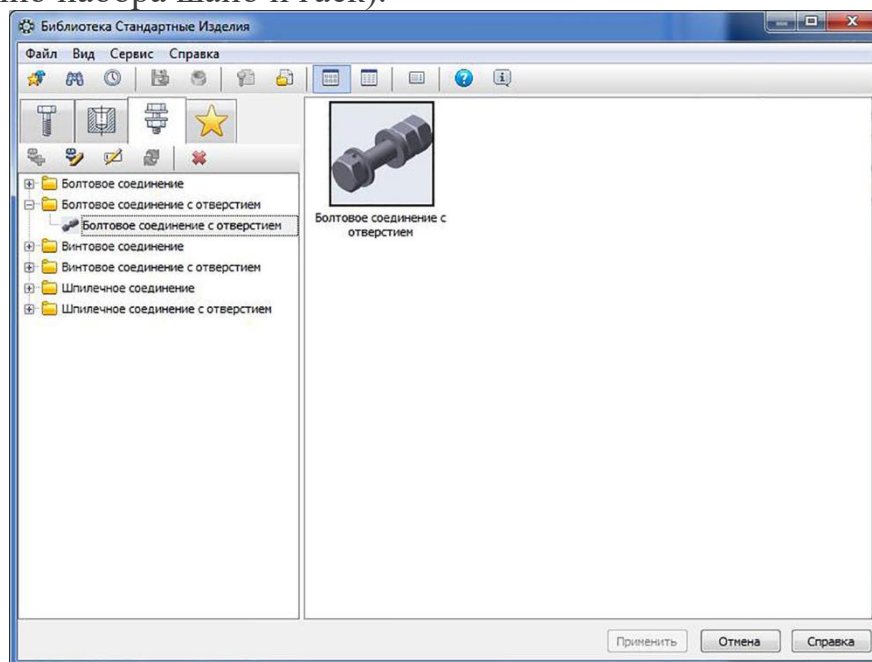
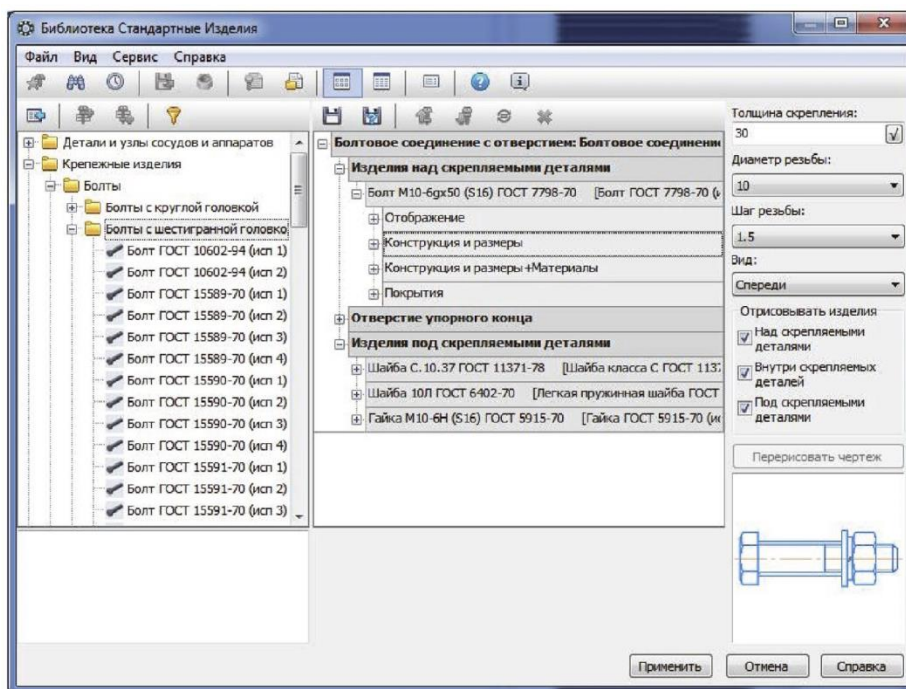

Рис. 7. Диалоговое окно выбора крепежного соединения из стандартных элементов
Рис. 8. Диалоговое окно формирования крепежного соединения из стандартных элементов
4. Выберем Болтовое соединение с отверстием (рис. 7). В центральной части окна при этом появляется макет абстрактного болтового соединения (рис. 8), состоящего из изделий над скрепляемыми деталями (т. е. набора шайб, располагающихся под головкой болта) и под скрепляемыми деталями (обычно набора шайб и гаек).
В правой части окна на рис. 8 требуется ввести следующие данные: диаметр и шаг резьбы болта; толщину пакета, определенную ранее. Здесь же надо выбрать вид проекции – спереди, сверху, слева. Далее из списков стандартных деталей, которые выводятся в левой части окна, выбрать последовательно сначала болт и переместить его в правую часть окна, затем одну или две шайбы (в нашем примере – одна шайба плоская по ГОСТ 11371–78, другая шайба – пружинная по ГОСТ 6402–80).
Для того чтобы указать, какое изображение мы хотим получить, стандартное или упрощенное, надо в центральной части окна (см. рис. 8) дважды щелкнуть мышью по строке последовательно каждой крепежной детали и в открывшемся окне выбрать соответствующее изображение.